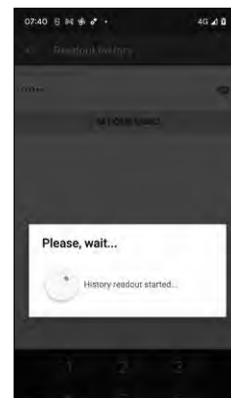

Abb. 92
⑦ Die Historie-Daten werden nun aus dem Zylinder abgerufen und in der App als Protokolldatei abgelegt (Abb. 92).